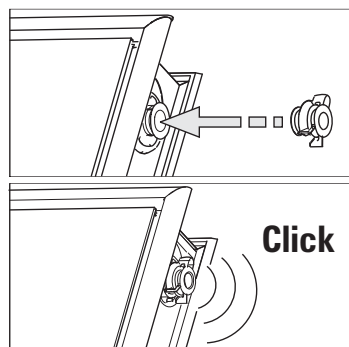

Figura 3-31 Introducir las tapas finales
4. Coloque las tapas finales en los tubos de conexión del colector todavía abiertos hasta que encajen las garras de retención (figura 3-31).